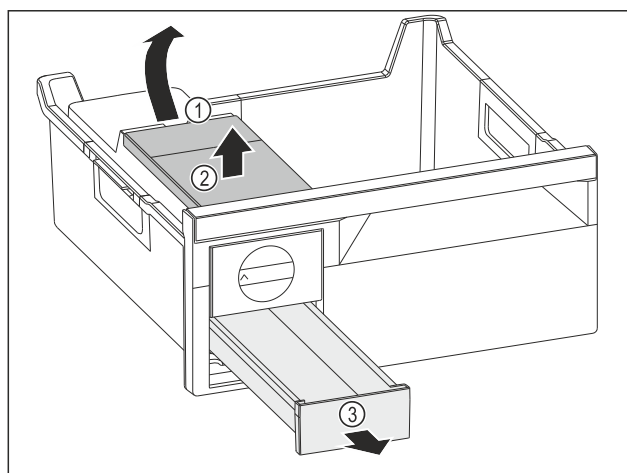

Fig. 103
- ▶ Vegye ki a víztartályt: Emelje fel a víztartályt a kivágásnál Fig. 103 (1).
- ▶ Vegye ki felfelé a víztartályt Fig. 103 (2).
- ▶ Vegye ki a előre felé a jégkocka-fiókot Fig. 103 (3).